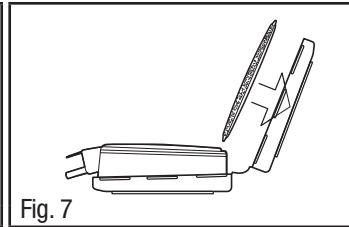
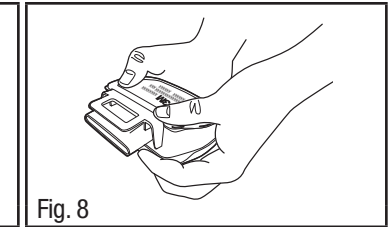

Fig. 7
Fig. 8
3. Orienter un filtre dans l'autre moitié du dispositif de retenue de filtre de manière que la forme du filtre s'aligne avec la forme du dispositif de retenue de filtre et que le côté imprimé du filtre soit orienté vers le bas (Fig. 7). Enrouler l'extrémité opposée du dispositif de retenue autour de la cartouche et la fixer en appuyant sur les quatre coins du dispositif de retenue de filtre/cartouche (Fig. 8).